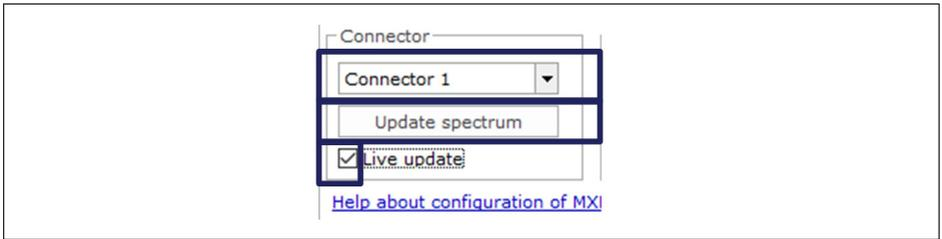

Abb. 4.8 Aktualisieren des Spektrums
- ▶ Ändern Sie den ausgewählten Anschluss im Kasten „Connector“ (Anschluss) (Abb. 4.8).
- ▶ Zum Aktualisieren des optischen Spektrums klicken Sie auf die Schaltfläche „Update spectrum“ (Spektrum aktualisieren) (Abb. 4.8).
- ▶ Für eine kontinuierliche Aktualisierung aktivieren Sie das Kontrollkästchen **Live update** (Live-Aktualisierung) (Abb. 4.8).